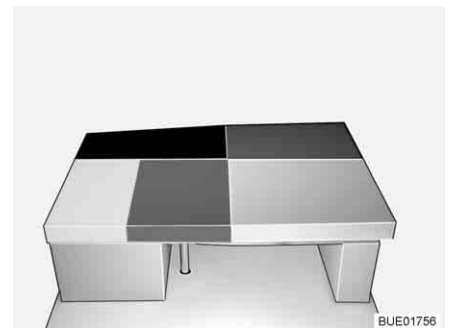

Bild 133 Efter ombyggnaden
- Lägg sittbänkens ryggdyna på bordet (framför sittbänkens sittdyna, se Bild 133).
- Lägg sidobänkens ryggdyna mellan sidobänkens sittdyna och väggen (se Bild 133).